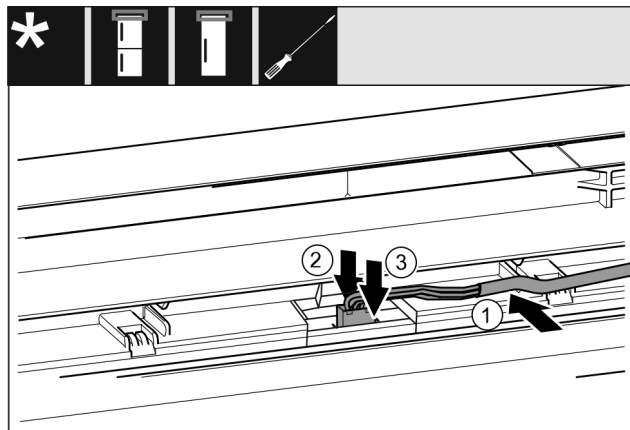

Fig. 33
- ▶ Szary kabel włożyć w prowadnicę w górnych drzwiach. Fig. 33 (1)
- ▶ Zaczep docisnąć do tyłu. Fig. 33 (2)
- ▶ Podłączyć wtyczkę. Fig. 33 (3)